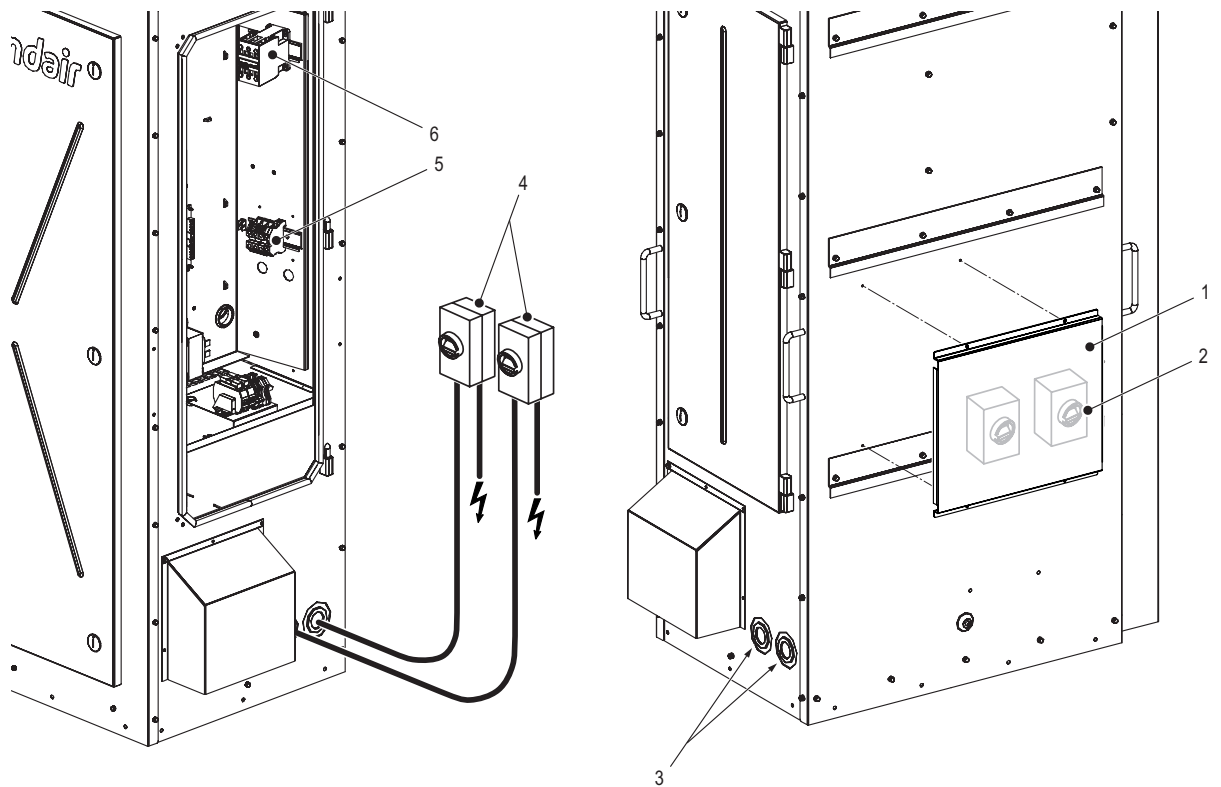

Bild 17: Stromanschluss des Condair EL/RS-Befeuchters
Bei Anbringung auf dem optionalen Montagegestell kann eine optionale Halterung (optional: DC) an der Geräterückseite installiert werden, an der die Netztrennschalter montiert werden können. Siehe Bild 17 auf Seite 43.
- Alle elektrischen Kabel MÜSSEN von unten oder seitlich durch Kabelverschraubungen mit Mindestschutzklasse IP55 (nicht im Lieferumfang enthalten) ins Gerät geführt werden, damit die Schutzklasse IP55 gewährleistet ist. Seitlich und unten am Gerät sind Ausschnitte zur Durchführung der Kabel ins Gerät vorgesehen. Siehe Bild 17 auf Seite 43.
- Führen Sie das Stromkabel in den Schaltschrank und schließen Sie dieses an das Hauptschütz (K1) an – Details siehe Bild 17 auf Seite 43 und „Anschlusschema für Gehäuse für den Außenbereich“ auf Seite 50. **Hinweis:** Wenn die optionale Klemmenleiste (Option: THV) verwendet wird, schließen Sie das Stromversorgungskabel an die optionale Klemmenleiste an. Details zum Anschluss finden Sie in den Condair EL/RS-Installationsanleitungen.